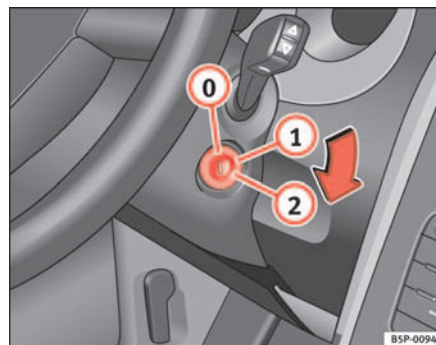

Fig. 132 Posizioni della chiave di accensione
In questa posizione ⇒ fig. 132 sia il motore che il quadro sono spenti e si può inserire il bloccasterzo.
- Girare la chiave fino alla posizione ⇒ pag. 166, fig. 132 ①. La spia  si accenderà nel caso di preincandescenza del motore.
- Quando la spia si spegne, mettere in moto girando la chiave nella posizione ②, senza dare gas.
- Girare la chiave fino alla posizione ⇒ pag. 166, fig. 132 ①.